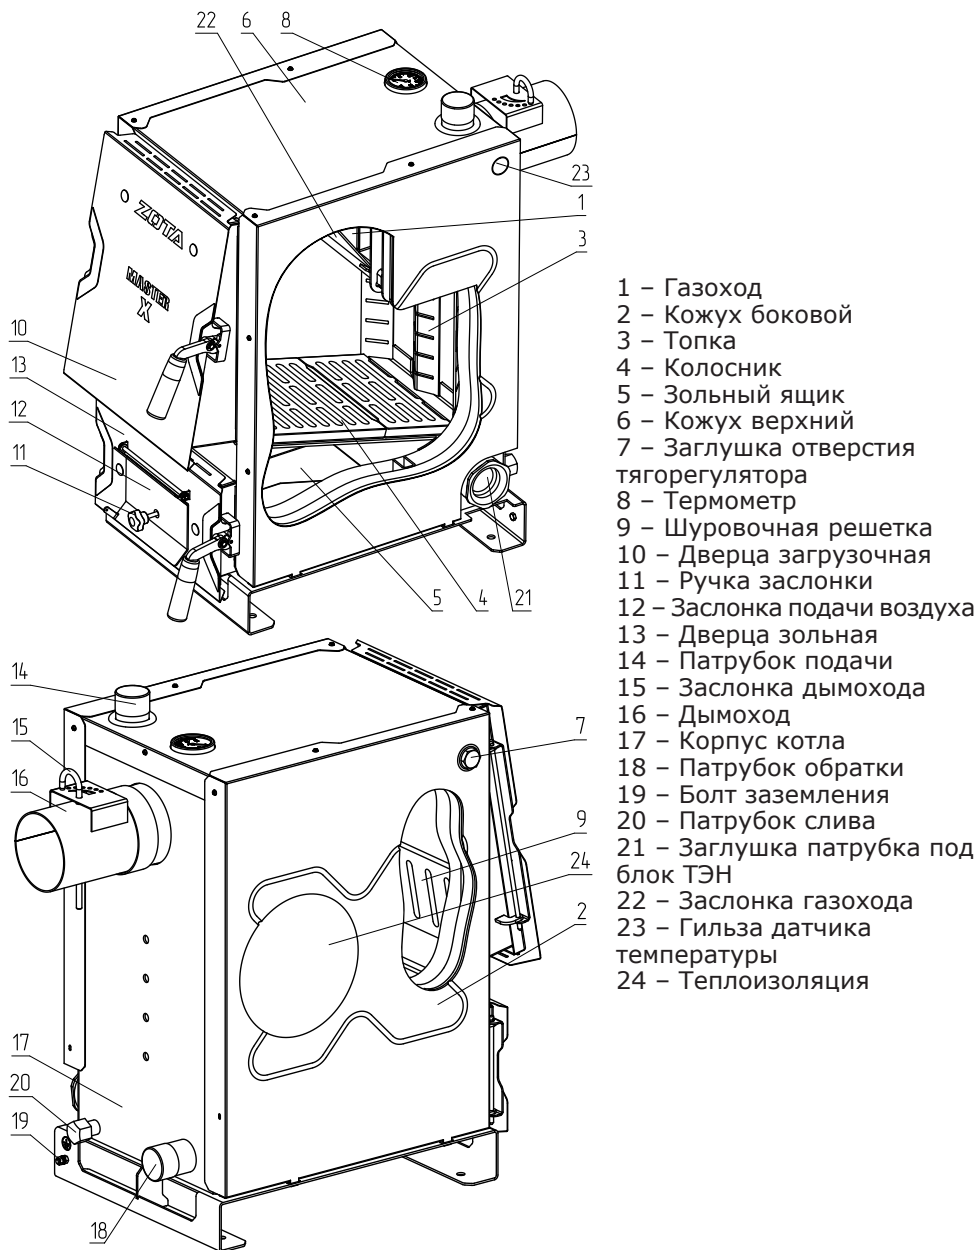

Рис.1. Конструкция отопительного котла Master X.
5.1. Котел (рис.1) состоит из корпуса (поз.17), топки (поз.3), газохода (поз.1), дымохода (поз.16). В нижней части топки устанавливаются колосники (поз.4) и зольный ящик (поз.5).
Внимание! Не допускается эксплуатация котла, без установленного зольного ящика (Рис.1 поз.5). Эксплуатация котла без установленного зольного ящика приводит к прогоранию и деформации водонехлаждаемых поверхностей. В случае нарушений условий эксплуатации, рекламации не принимаются.